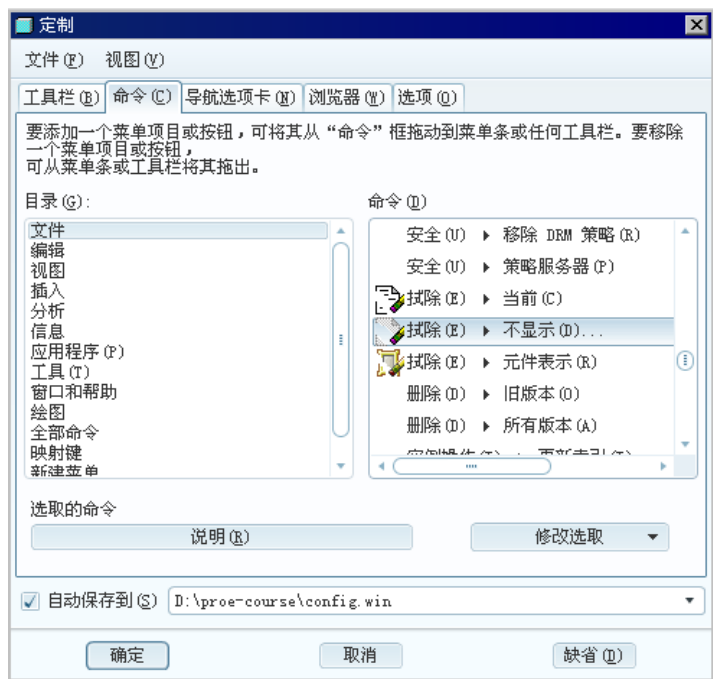

图 3.5.15 “命令”选项卡
- (1) 单击 ☐ 文件 中的 ☐，出现 ✓ 号，此时可看到文件类的命令按钮出现在屏幕左侧。
- (2) 单击 中的 ☐ 按钮，然后在弹出的下拉列表中选择“顶”。
- (3) 单击 ☒ 自动保存到(S) D:\proe-course\config.win 中的 ☐，出现 ✓ 号，表示此项定制将存入配置文件，以便下次进入 Pro/ENGINEER 系统不用重新配置此项。
- (4) 单击 按钮，结束配置。
Step3. 在工具栏中添加新按钮。通过“定制”对话框的 **命令(C)** 选项卡，可以在工具栏中添加新按钮。下面以图 3.5.15 中的按钮 （这是从进程中删除不在当前窗口中所有对象的命令）为例，说明定制过程。
(1) 先在图 3.5.15 中的 **目录(G)** 列表框中选取按钮的类别“文件”，此时在 **命令(U)** 列表框中显示出所有该类的命令按钮。
(2) 单击  **拭除(E)** ▶ **不显示(N)...** 选项，并按住鼠标左键不放，将鼠标指针拖到屏幕的工具栏中。
(3) 单击 ☒ 自动保存到(S) D:\proe-course\config.win 中的 ☐，出现 ✓ 号，表示此项定制将存入配置文件，以便下次进入 Pro/ENGINEER 软件时不用重新配置此项。
(4) 单击 按钮，结束配置。